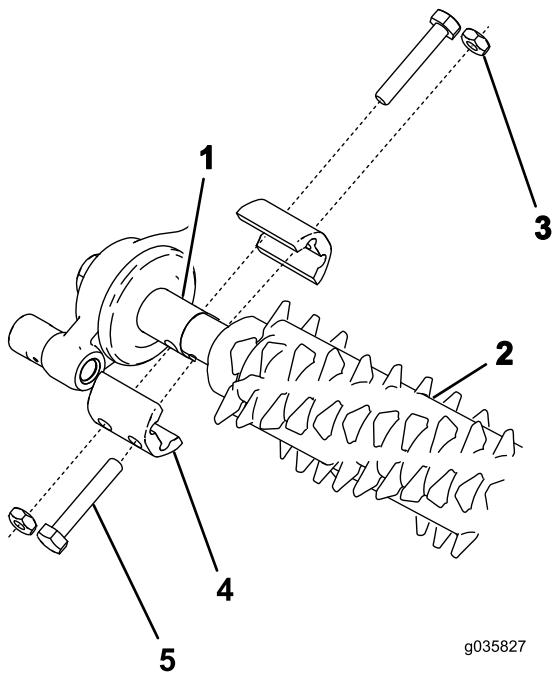

图14
2. 将疏草刀组件与疏草刀驱动箱驱动短轴和怠轮总成对齐（图14）。
3. 如图14 所示, 用 4 个螺栓 ($\frac{1}{4} \times 1\frac{1}{2}$ 英寸)、4 个锁紧螺母和 4 个轴夹将疏草刀固定到机器。